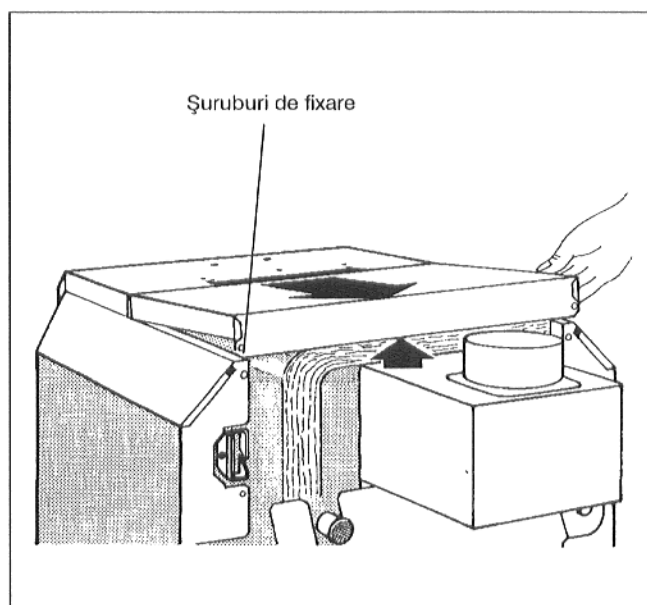

Fig. 12: Demontarea capotei din spate a cazanului
- Se deșurubează cele două șuruburi de fixare ale capotei din spate a cazanului. Se ridică capota din spate a cazanului și se scoate prin spate (Fig.12).